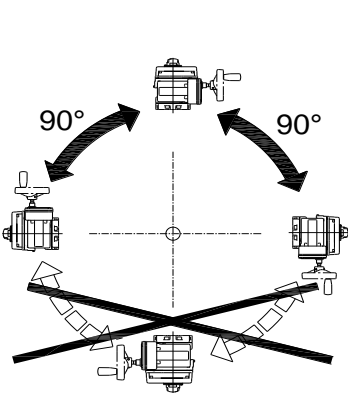

图 1
1.2 执行器安装方向如图 1 所示，可以水平或垂直安装，但不可倒置安装，如位置指示保护罩朝地面方向。